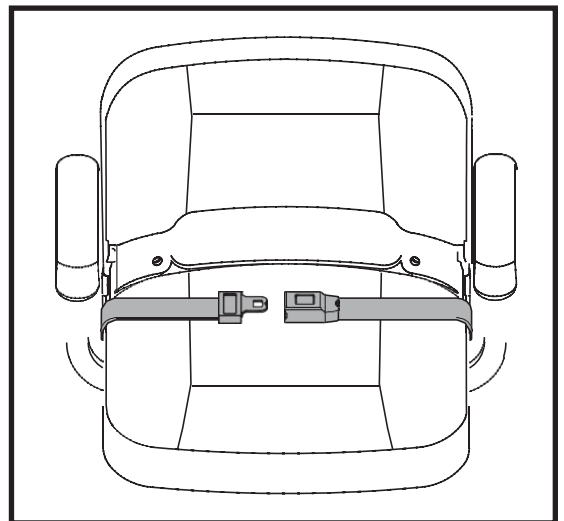

Figura 29. Cinturón de posicionamiento: estilo lengüeta metálica
1. Inserte la lengüeta metálica en el lado derecho del cinturón dentro de la carcasa de plástico en la correa opuesta hasta que escuche un clic. Ver Figura 29.